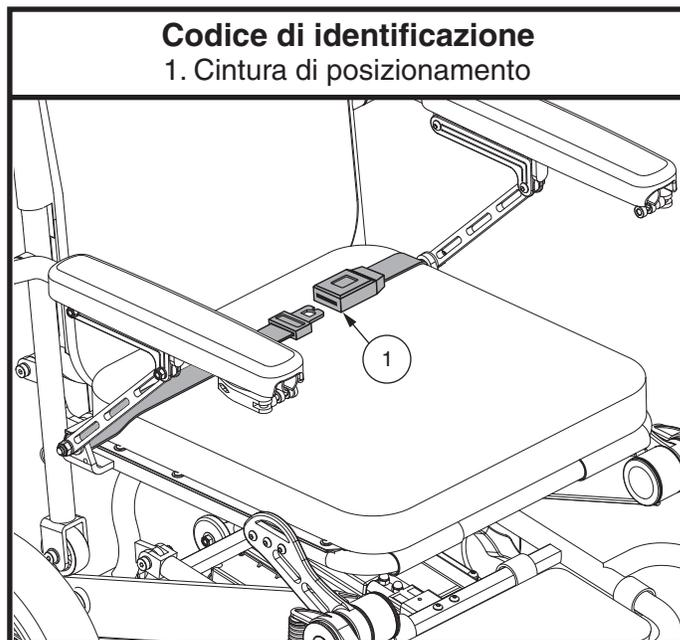

Figura 12. Regolazione della cintura di posizionamento
La Carrozzina elettrica può disporre di una cintura di posizionamento regolabile secondo la comodità dell'operatore. **Vedere figura 12.** La cintura di posizionamento è progettata per sostenere l'operatore in modo che non scivoli verso il basso o in avanti sul sedile e può essere regolata per maggiore comfort dell'operatore. La cintura di posizionamento non deve essere usata come dispositivo di contenimento.
1. Una volta seduti, inserire la linguetta metallica su un lato della cintura nell'alloggiamento in plastica sul lato opposto fino al clic. **Vedere figura 12.**